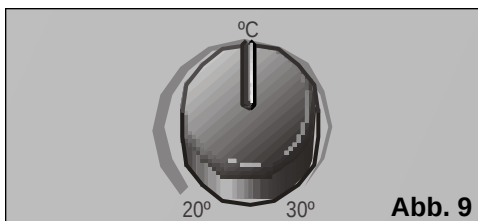

Abb. 9
- ☐ Stellen Sie den Thermostat auf die gewünschte Temperatur ein. Sollte sich das Gerät aufgrund der Thermostatsteuerung automatisch abschalten, so schaltet es sich automatisch wieder ein, sobald die Raumtemperatur um 2-3°C angestiegen ist, **Abb. 9**.